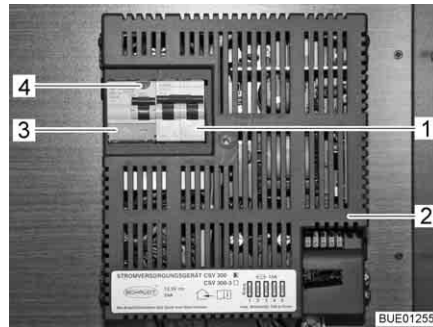

Fig. 115 Disjoncteur automatique de 230 V et disjoncteur FI (CSV 300)
Un disjoncteur différentiel (disjoncteur FI) (Fig. 115,3) dans l'appareil d'alimentation électrique CSV 300 (Fig. 115,2) protège tout le véhicule contre le courant différentiel (0,03 A).
Le réseau de bord de 230 V est protégé par un disjoncteur automatique bipolaire (Fig. 115,1) monté en aval dans l'appareil d'alimentation.
- Lorsque le véhicule est raccordé à l'alimentation 230 V, appuyer sur la touche de contrôle (Fig. 115,4). Le disjoncteur différentiel (disjoncteur FI) doit se déclencher.